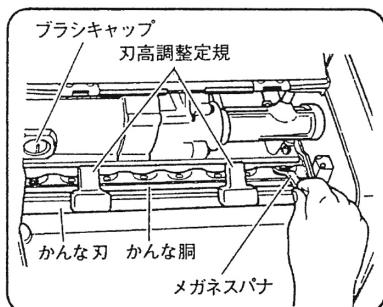

図 27
(4) 付属の刃高調整定規でかんな刃を押し入れ、ヘッドの基準面に刃高調整定規 2 個を取り付けます。 (図 27)